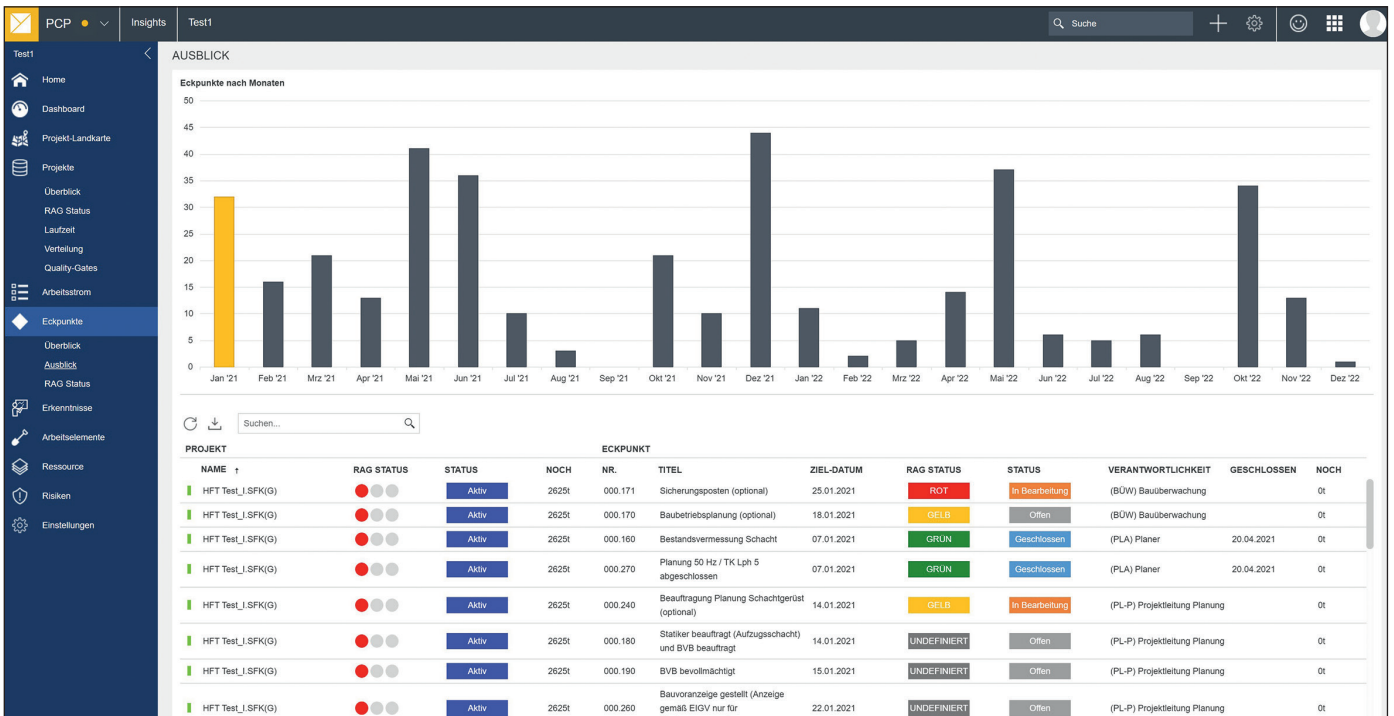

Abb. 5: Ansicht der Eckpunktauslastung mit Status aus der Softwareumgebung SEMYOU – PCP Quelle: Software PCP/SEMYOU / DB Station&Service AG
Teilen das Gesamtkonzept bis auf die Wertschöpfungsebene herunter. Die DB Exzellenz ist ein konzernweites Programm, unter dem unterschiedliche Verbesserungsinitiativen zusammengefasst werden. Neben dem Ausrichten der Arbeit auf die Wertschöpfung ist auch eine durchgehende Performance-Kaskade im Konzern ein Teil der Exzellenz. Bei der DB S&S sind diese unternehmensweiten Themen in einer eigenen Abteilung zusammengefasst. Auf der Fachebene werden die Themen durch die jeweiligen Fachabteilungen angereicht. In der Produktion heißt dies, dass bis auf die Ebene der Leiter einer Organisationseinheit (OE) (Arbeitsgebietsebene) das Performance-Management greift und ein Teil der Inhalte des Performance-Managements durch das Multiprojektmanagement zugespielt wird. Kerngedanke ist, abweichungsorientiert zu berichten und zu steuern. Im Durchschnitt betreut ein OE-Leiter ein Portfolio aus 150 – 250 Projekten und muss daher ohne viel Aufwand Projekte mit Abweichungen und Herausforderungen erkennen können. Das Multiprojektmanagement ermöglicht ihm, genau diese Aspekte darzustellen (Abb. 5).